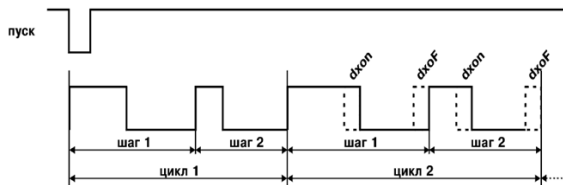

Рисунок 3.4
3.1.2.6 После выполнения очередного цикла время длительности импульса в каждом шаге последовательности может автоматически изменяться на величину «**dXon**», а время длительности паузы – на величину «**dXoF**». Для этого необходимо задать значения этих параметров отличными от нуля (рисунок 3.4).